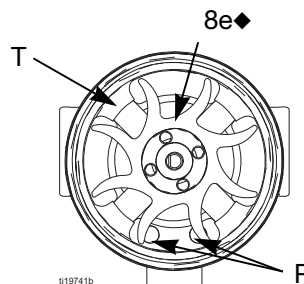

FIG. 30. Orientation du ventilateur
12. Maintenez l'ensemble de bobine (8a) sur un établi en orientant l'extrémité du ventilateur vers l'avant. Poussez le ventilateur (8e) sur l'extrémité longue de l'axe (S). Les pales du ventilateur doivent être orientées comme illustré dans la FIGURE 30.
13. Appuyez doucement l'ensemble de la bobine (8a) sur l'avant du boîtier (8d) tout en alignant la broche de la bobine avec la fente du boîtier. Le connecteur à 3 câbles (PC) doit être placé sous la partie la plus large (W) des languettes du boîtier.
14. Tournez le ventilateur (8e) de sorte que ses pales ne soient pas devant les quatre languettes de coussinet (T) à l'arrière du boîtier. Assurez-vous que les pales du coussinet inférieur (8b1) s'alignent avec les languettes.